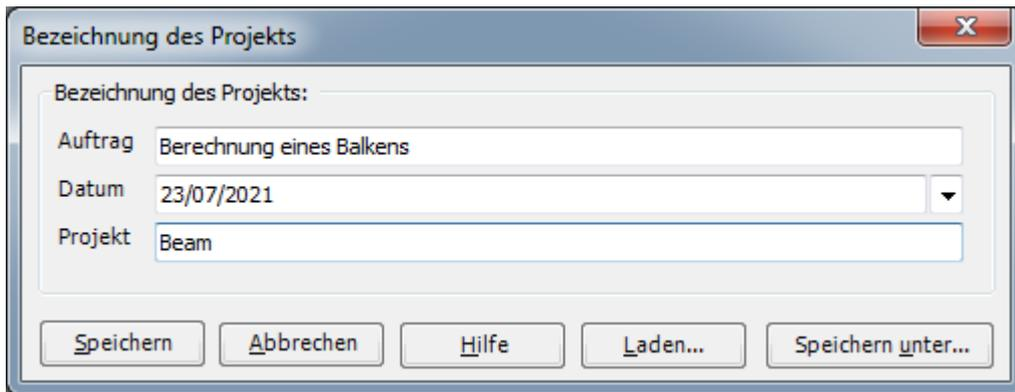

Bild 8.6 Dialogfeld "Bezeichnung des Projekts"
- Wählen Sie den Befehl "Bezeichnung des Projekts" aus der Registerkarte "Daten". Das Dialogfeld im Bild 8.6 erscheint